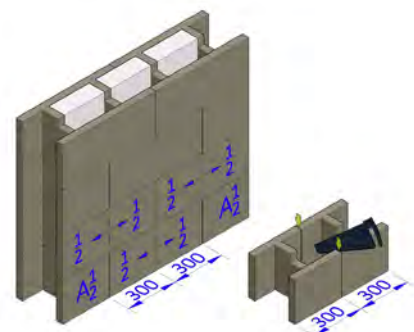

Рис. 5.3
5.2 Блоков серии 30/хх укладываются со смещением на  $\frac{1}{2}$  блока. (см. рис. 5.3) Вертикальные стыки должны проходить строго по центру блока нижнего и верхнего ряда.